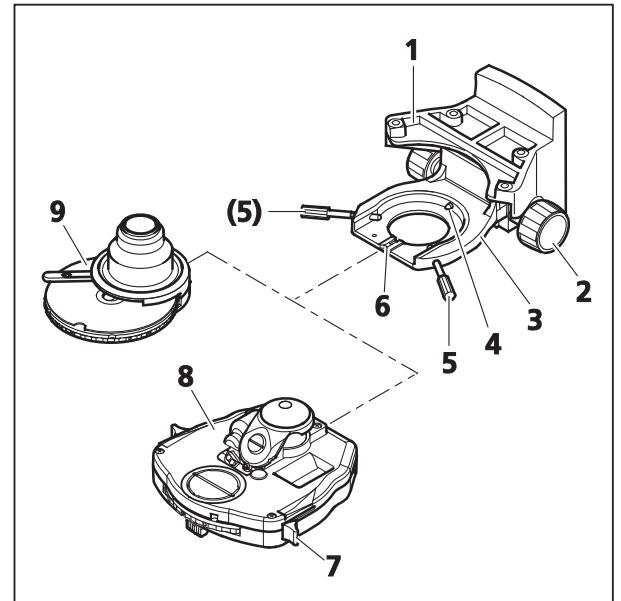

Fig. 3-15 Pose du condenseur
- Escamotez du trajet lumineux l'optique frontale du condenseur avec le levier (Fig. 3-15/7) (dans la mesure où l'optique frontale est actionnable).
- Dévissez les deux vis de centrage (Fig. 3-15/5) sur le porte-condenseur jusqu'à ce que leur pointe ne soit plus visible.
- Descendez complètement le porte-condenseur (Fig. 3-15/3) avec la molette (Fig. 3-15/2). Si vous utilisez un visualiseur intégral, veillez à ce que celui-ci n'entre pas en contact avec le diaphragme de champ.
- Intercalez le condenseur (Fig. 3-15/8 ou 9) entre le porte-condenseur (Fig. 3-15/3) et le support de platine (Fig. 3-15/1). Orientez pour cela la tige filetée située sur la face inférieure du condenseur en direction de la rainure (Fig. 3-15/6).
- Pressez le condenseur avec sa queue d'aronde contre la cage à ressort (Fig. 3-15/4) du porte-condenseur, de façon à appliquer le condenseur à l'horizontale sur le porte-condenseur.
- Orientez le condenseur de façon à ce que la tige filetée pointe vers l'avant dans la rainure (Fig. 3-15/6).